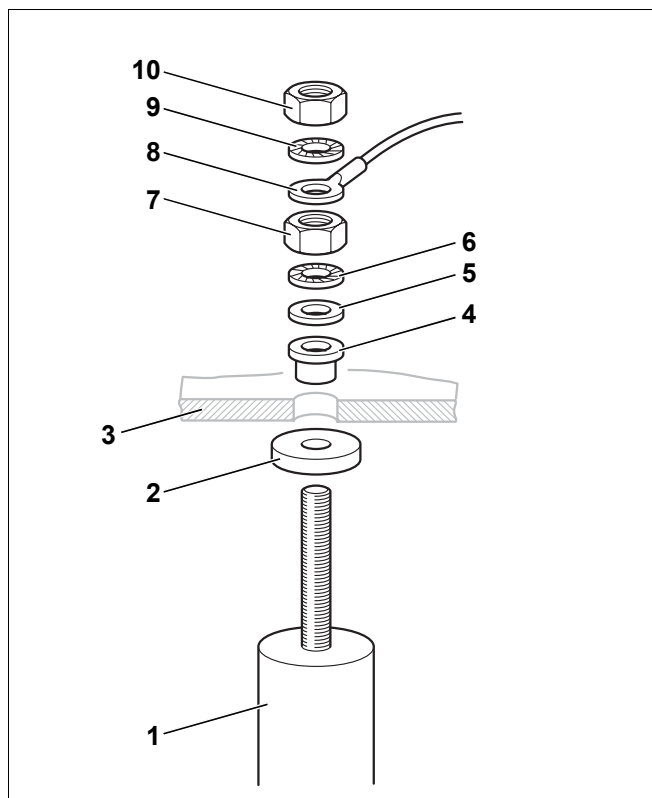

Рис. 15 Замена магниевого анода
- Проверить износ магниевого анода (рис. 15, поз. 1). Заменить анод, если его диаметр уменьшился примерно до 15 – 10 мм.
- Отвернуть гайку М8 (рис. 15, поз. 10), чтобы освободить ушко заземляющего провода (рис. 15, поз. 8).
- Отвернуть гайку М8 (рис. 15, поз. 7).
- Снять крышку люка (рис. 15, поз. 3) с магниевого анода (рис. 15, поз. 1).